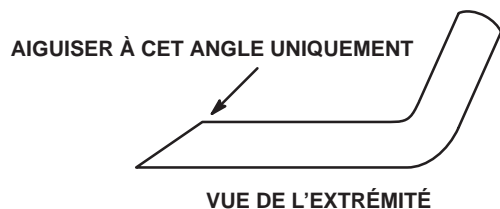

Figure 15
3. Examinez les tranchants de toutes les lames. Aiguisiez-les s'ils sont émoussés ou ébréchés. N'aiguissez que le haut du tranchant et conservez l'angle de coupe d'origine pour obtenir une coupe nette (Fig. 15). Limez la même quantité de métal sur chacun des deux tranchants pour ne pas déséquilibrer la lame.